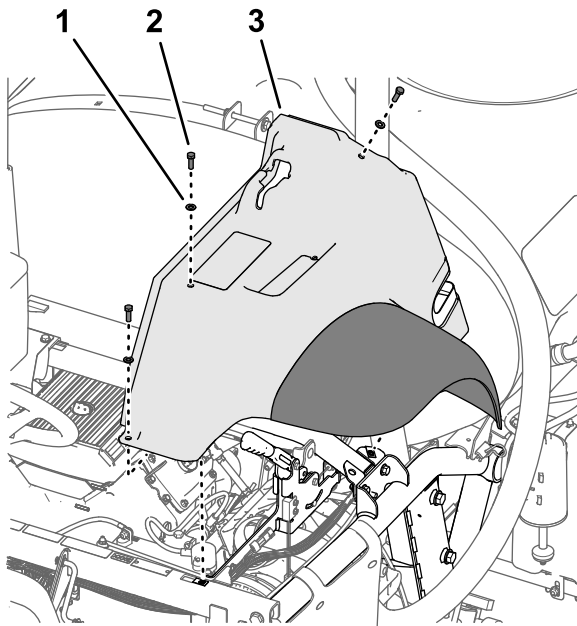

Bild 11
- Entfernen Sie die drei Schrauben (5/16 x 1") und drei Scheiben (5/16"), mit denen der Kotflügel am Rahmen der Maschine befestigt ist (Bild 11).